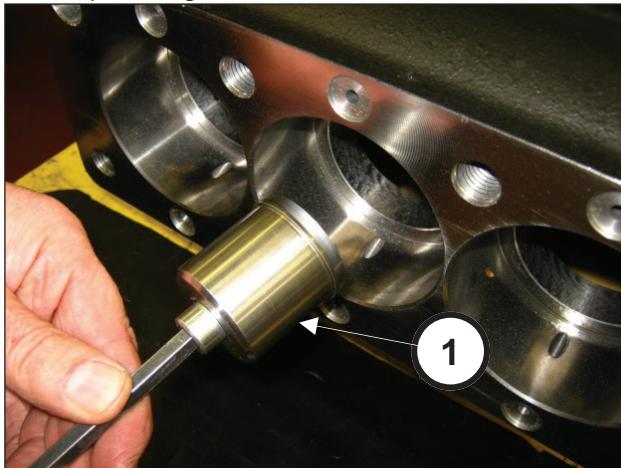
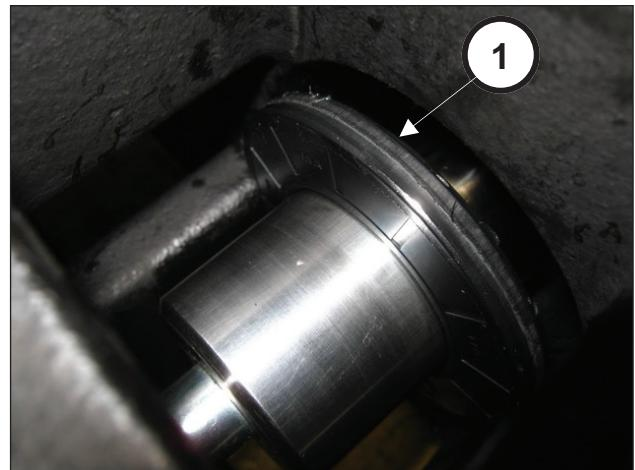

Fig. 34
Fig. 35
Inserire l'attrezzo (pos. ①, Fig. 34) e avitarlo sullo stelo fino a battuta (pos. ①, Fig. 35).